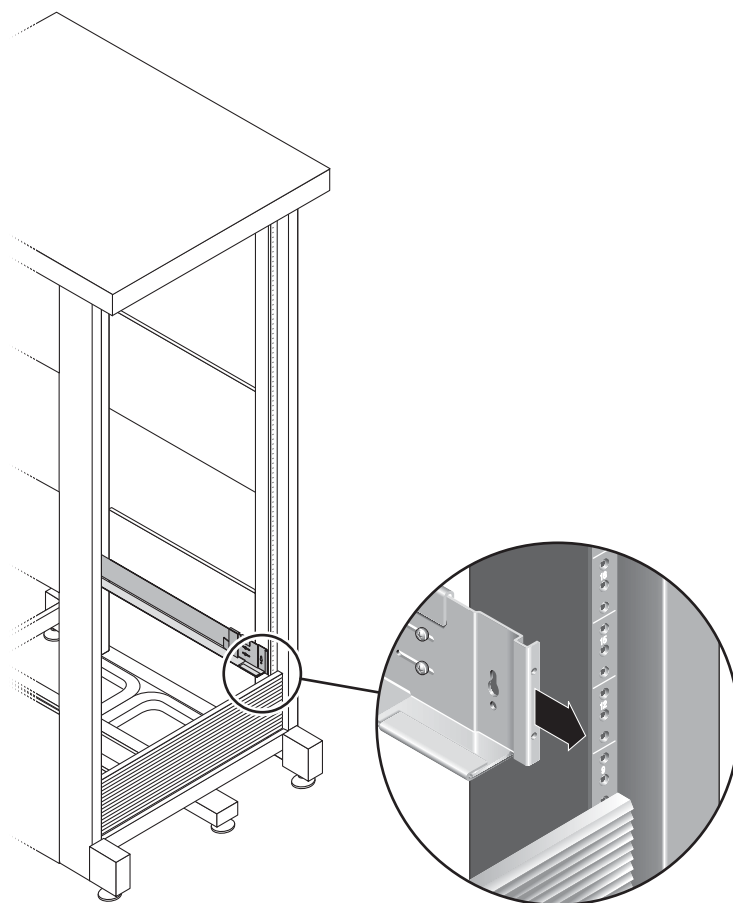

図 2-5 キャビネット背面での左側レールの長さの調節
6. キャビネットの背面で、キャビネットに合わせて各レールの長さを調節し、レールのフランジを垂直レールにかぶせます (図 2-5)。